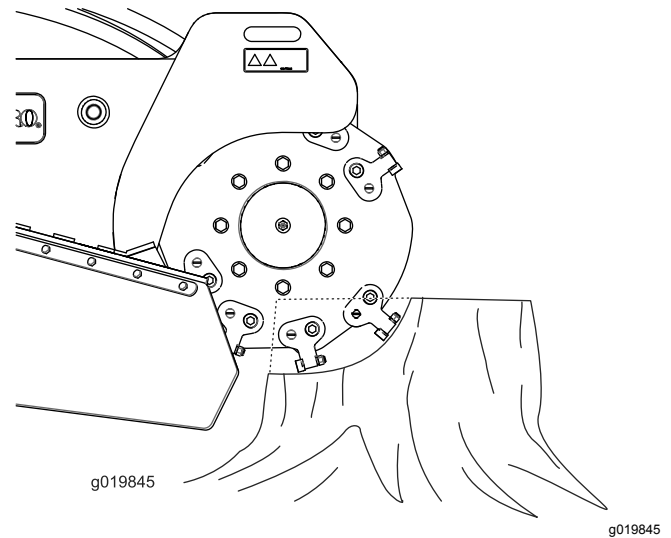

Figura 20
2. Utilice la palanca de control del desbastador y el control de la tracción para posicionar el desbastador al lado de la parte delantera del tocón, aproximadamente a 2 cm por debajo de la superficie (Figura 20).
4. Utilice la palanca de control del desbastador para desplazar el desbastador lentamente por la cara del tocón, eliminando una banda de madera en forma de virutas (Figura 20).